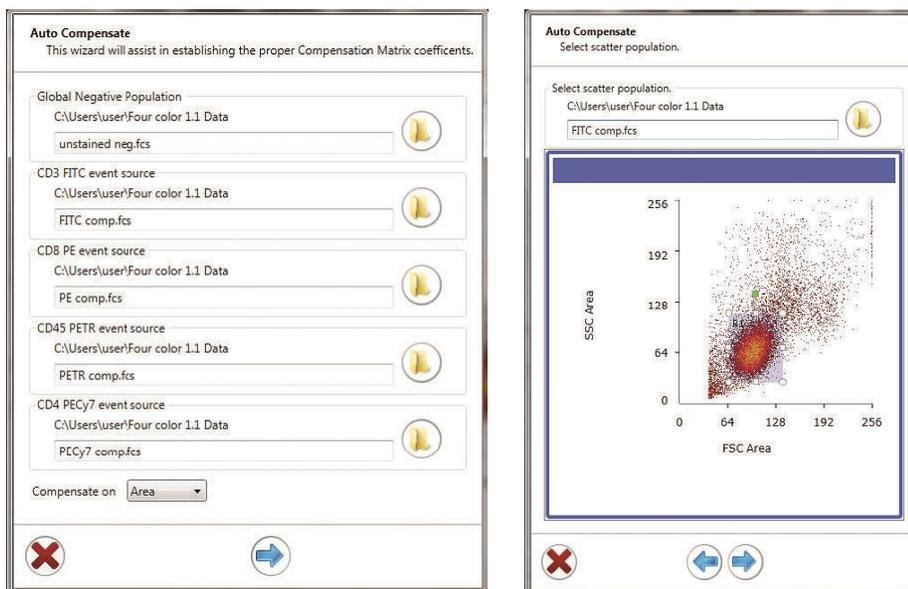

Рис. 62. Используйте программу автоматической компенсации для выбора отдельных файлов параметров FCS и регулировки параметров областей
4. Выберите параметры, которые вы хотите компенсировать (Рис. 62).
5. Щелкните на значке файла для каждого выбранного параметра (Рис. 62).